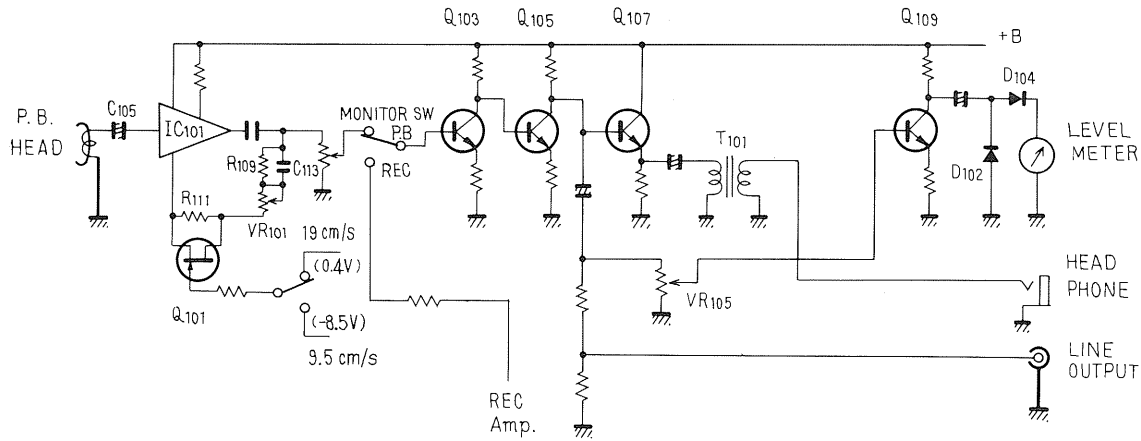

Fig. 5
6.4 PLAYBACK AMPLIFIER (Fig. 5)